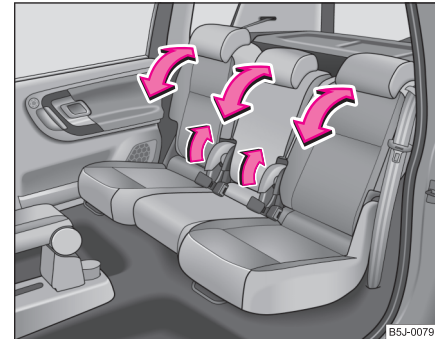

Abb. 52 Einstellung
- Ziehen Sie den Hebel ⇒ Seite 73, Abb. 52 und stellen Sie die gewünschte Neigung der Sitzlehne ein. ■
- Ziehen Sie den Hebel ⇒ Seite 73, Abb. 52 und klappen Sie die Sitzlehne vollständig nach vorn.